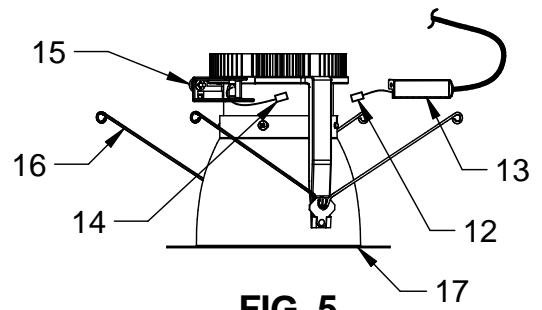

FIG. 5
- F. Pull connector (12) and electrical cover (13) below ceiling and plug connector (12) into module (14). Snap electrical cover (13) onto module (14) and tighten thumb screw (15) to secure electrical cover (13). Insert two torsion springs (16) into two brackets (10) and push trim assembly (17) towards ceiling until springs pull trim assembly firmly against ceiling. (SEE FIG. 5 and 6)
- F. Tirer le connecteur (12) et le couvercle (13) sous le plafond et enficher le connecteur (12) dans le module (14). Enclencher le couvercle (13) dans le module (14) et serrer la vis moletée (15) pour fixer le couvercle (13). Insérer deux ressorts à torsion (16) dans les deux supports (10) et pousser l'ensemble de garniture (17) vers le plafond jusqu'à ce que les ressorts appuient fermement la garniture contre le plafond. (VOIR FIG. 5 et 6)